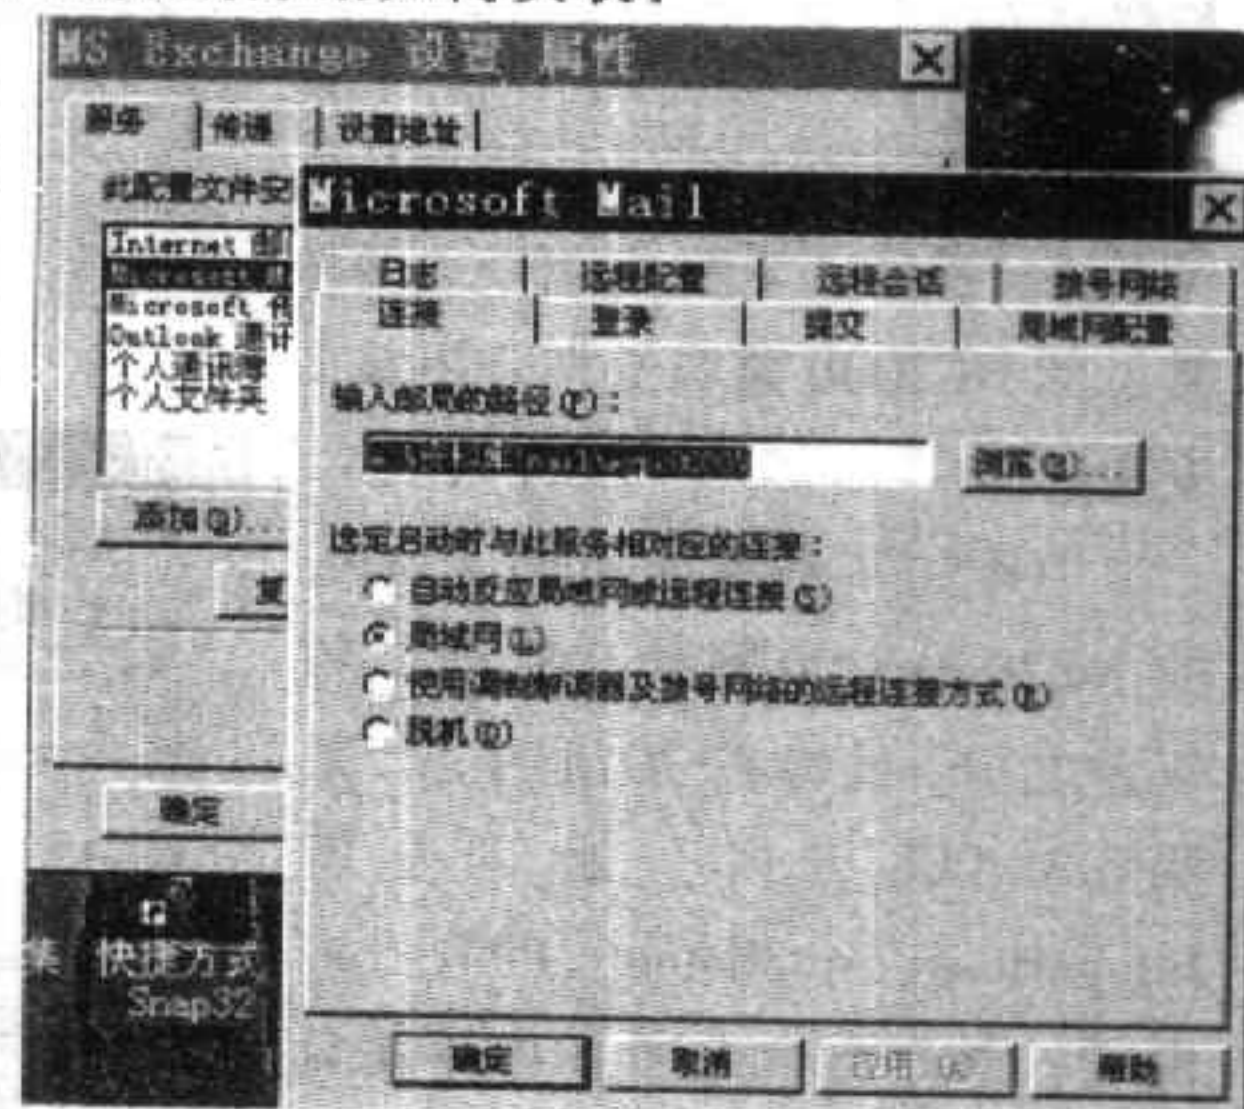

图7
4. 在网络中使用 E-mail 在局域网中使用 E-mail 是提高工作效率、加强交流的好方式，它使你可以通过使用附件来传送文件，尤其需要保密的资料，使用这种方式可以避免你对于资源共享的担心。要在 Windows 95 中使用 E-mail，必须安装 MS-Mail，你可以在控制面板中的添加/删除文件中安装；安装后在收件箱的属性中可以查看，如图7。使用 MS-Mail 要分为服务器和客户，下面分别介绍如何安装：
① 服务器端设置：在控制面板中双击邮局，选择新建邮局，输入路径及管理